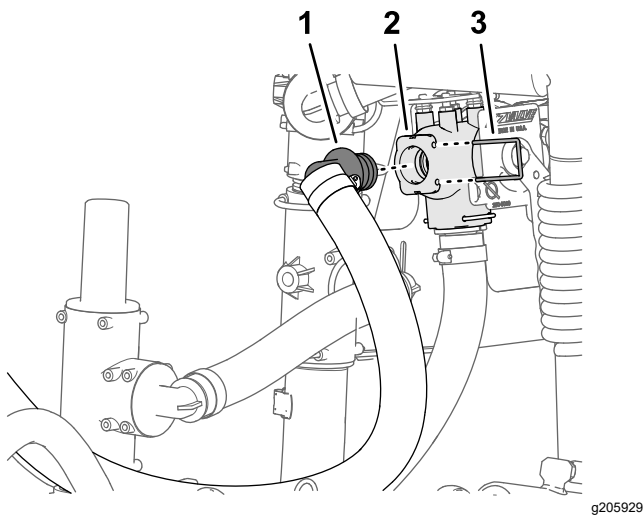

图 32
3. 将清洁加药器供水软管的 90°宝塔接头装入清洁加药器切断阀的开口端图 32。
4. 用卡环 图 32 将宝塔接头固定到切断阀上。